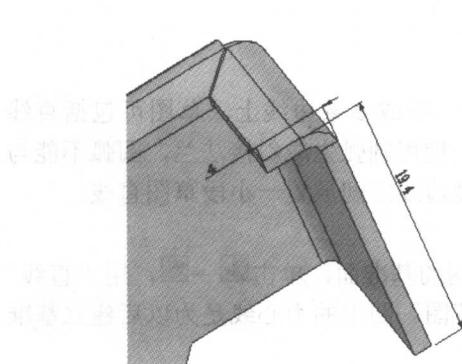
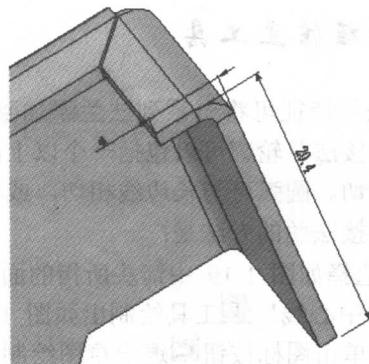
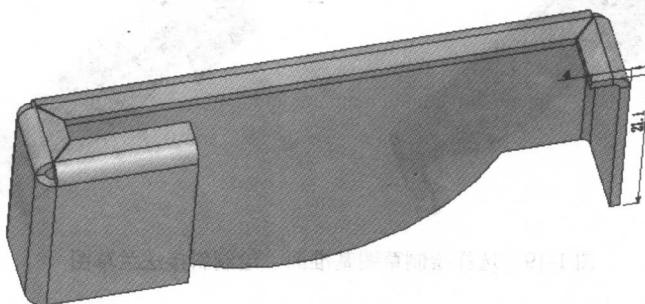

图 1-21 选择“材料在内”时产生的折弯效果
图 1-22 选择“材料在外”时产生的折弯效果
图 1-23 选择“折弯在外”时产生的折弯效果
- (3) 在“法兰位置”选项中可以选择“材料在内” ，“材料在外” 和“折弯在外” 3 种选项，选择不同的法兰位置选项，生成的折弯效果是不一样的，图 1-21 是选择了“材料在内”时产生的折弯效果，图 1-22 是选择了“材料在外”时产生的折弯效果，图 1-23 是选择了“折弯在外”时产生的折弯效果。单击“确定”图标按钮 完成斜接法兰操作。